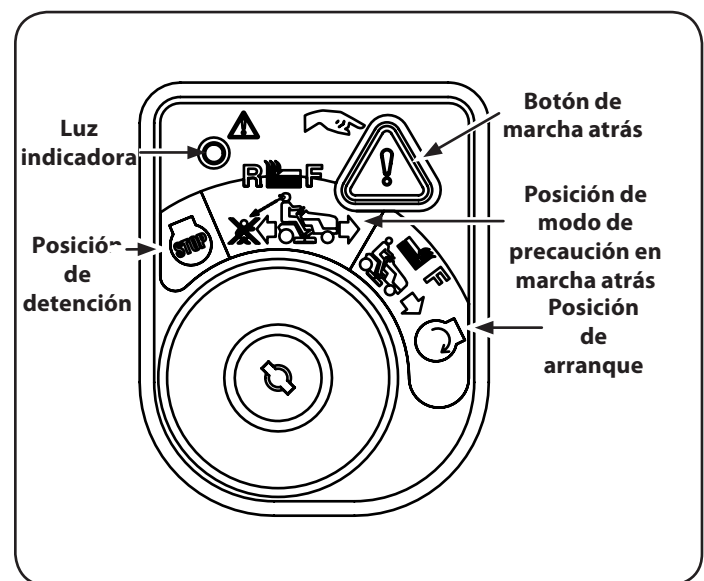

Figura 16
2. Gire la llave desde la posición de PODA NORMAL (verde) en la posición MODO DE PRECAUCIÓN EN MARCHA ATRÁS (amarillo) del módulo de interruptor de llave. Vea la Figura 16.
3. Pulse el botón MARCHA ATRÁS (naranja, botón triangular) en la esquina superior derecha del módulo de interruptor de llave. La luz indicadora roja en la esquina superior del módulo de interruptor de llave a la izquierda estará en ON mientras esté activado. Vea la Figura 16.
4. Su motor está equipado con un drenaje de aceite de giro y tracción (véase la Figura 15 y vaya al paso 5.) o un tapón de la manguera de drenaje de aceite extraíble (véase la Figura 16 y vaya al paso 6.) Siga el caso instrucciones para su tractor.